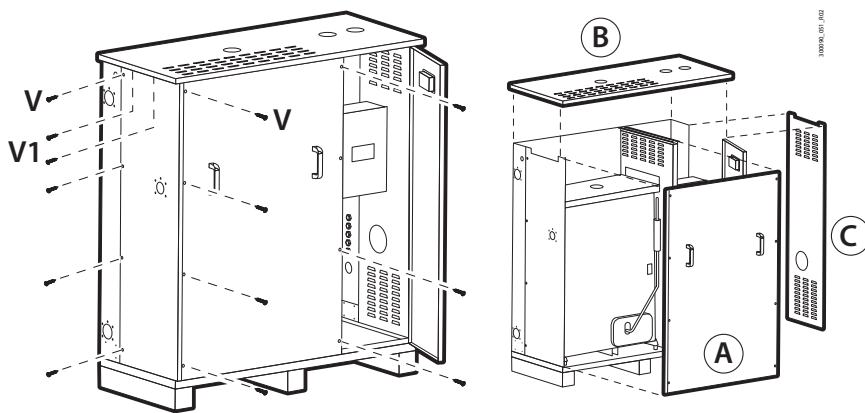

Рис. 17.а
- снимите панели А, В и С (рис. 17.а).